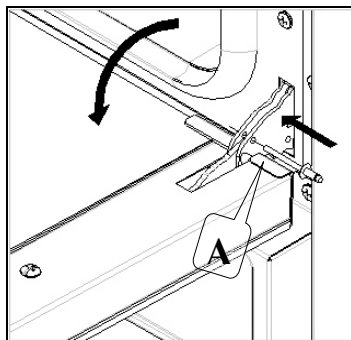

Abb. 4
- die Ringe mitgelieferten Bolzen in die Löcher (A) stecken die sich auf den zwei Scharnieren befinden (Abb. 4);